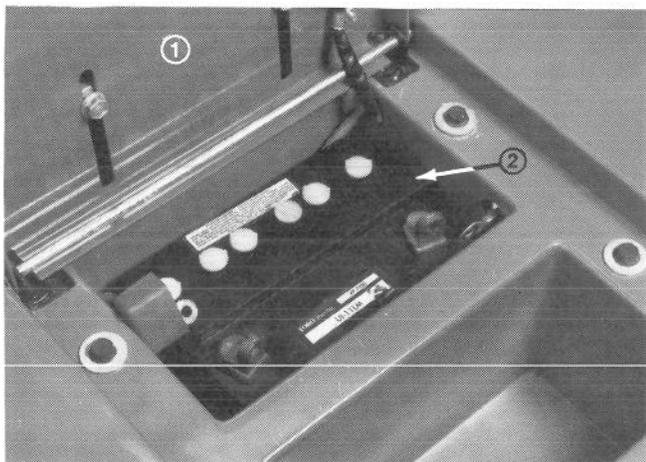

Abbildung 3
1. Den Sitz nach vorne kippen und die Batterie aus dem Fach entfernen (Abb. 3).